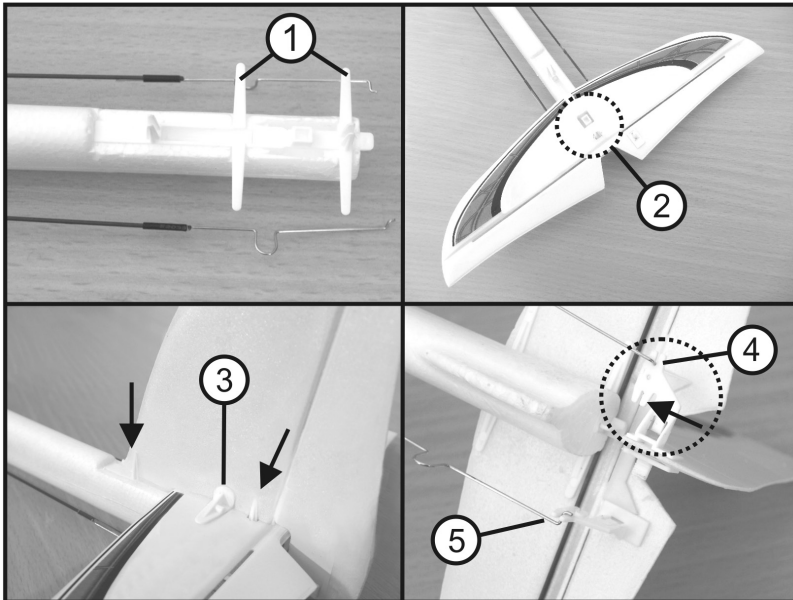

Bild 5
Legen Sie das Höhenruder (2) vorsichtig in die Halterung des Höhenruders (1), siehe Bild 5. Das Dekor zeigt hierbei nach oben, der Ruderanlenkhebel nach unten.
Schieben Sie das Seitenruder vorsichtig in die hierfür vorgesehenen Halterungen (siehe Bild 5, Pos. 3 und Pfeile). Der Leitwerksverbinder (Bild 5, Pos. 3) muss in der Halterung des Höhenruders (Bild 5, Pos. 1) sprübar einrasten.
Montieren Sie die Gestänge an das Seitenruder (Bild 5, Pos. 4) bzw. an das Höhenruder (Bild 5, Pos. 5). Hierfür müssen Sie vorsichtig mit einer Spitzzange jeweils den Anlenkdraht außen in die Ruderhörner von Seiten- und Höhenruder einclippen. Für geübte Piloten, die etwas mehr Ausschlag am Seiten- bzw. Höhenruder wünschen, können die Anlenkdrähte jeweils innen eingeklipst werden (siehe Pfeil bei Pos. 4).